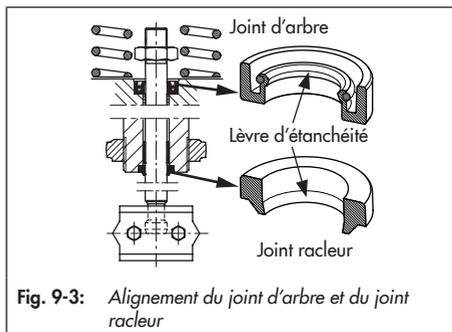

Fig. 9-3: Alignement du joint d'arbre et du joint racleur
- Monter le joint d'arbre à l'aide d'un outil adapté. Ce faisant, veiller à aligner correctement le joint d'arbre, cf. Fig. 9-3.
6. Monter le joint d'arbre à l'aide d'un outil adapté. Ce faisant, veiller à aligner correctement le joint d'arbre, cf. Fig. 9-3.